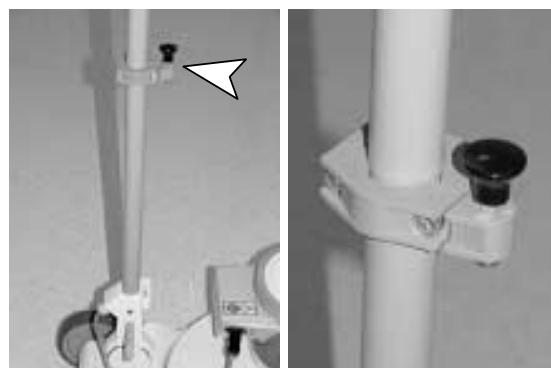

BILD. 2
1. Fäst vätsketankens stöddarm som visas. Vrid inte åt skruven än. Det behövs en 5mm nyckel för insexhål (bild 2).